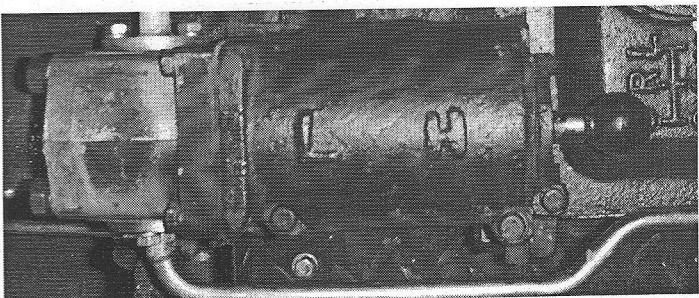

Рис.7. Масленый насос гидравлической системы
- 2.) При работе трактора не связанной с работой навесного оборудования, масленый насос должен находиться в **выключенном** положении (рис.7). Шток включения насоса рекомендуется вытягивать с двойным выжимом педали сцепления.